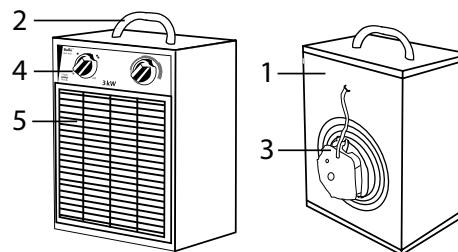

Рис. 1. Тепловентилятор
Несущая конструкция тепловентилятора (см. рис. 1) состоит из корпуса (1) и ручки (2). Вентилятор (3) расположен в задней части тепловентилятора. Блок управления расположен в верхней части корпуса под крышкой. Органы управления вынесены на переднюю панель (4). Внутри корпуса расположены трубчатые электронагревательные элементы, закрытые с лицевой стороны тепловентилятора решеткой (5).